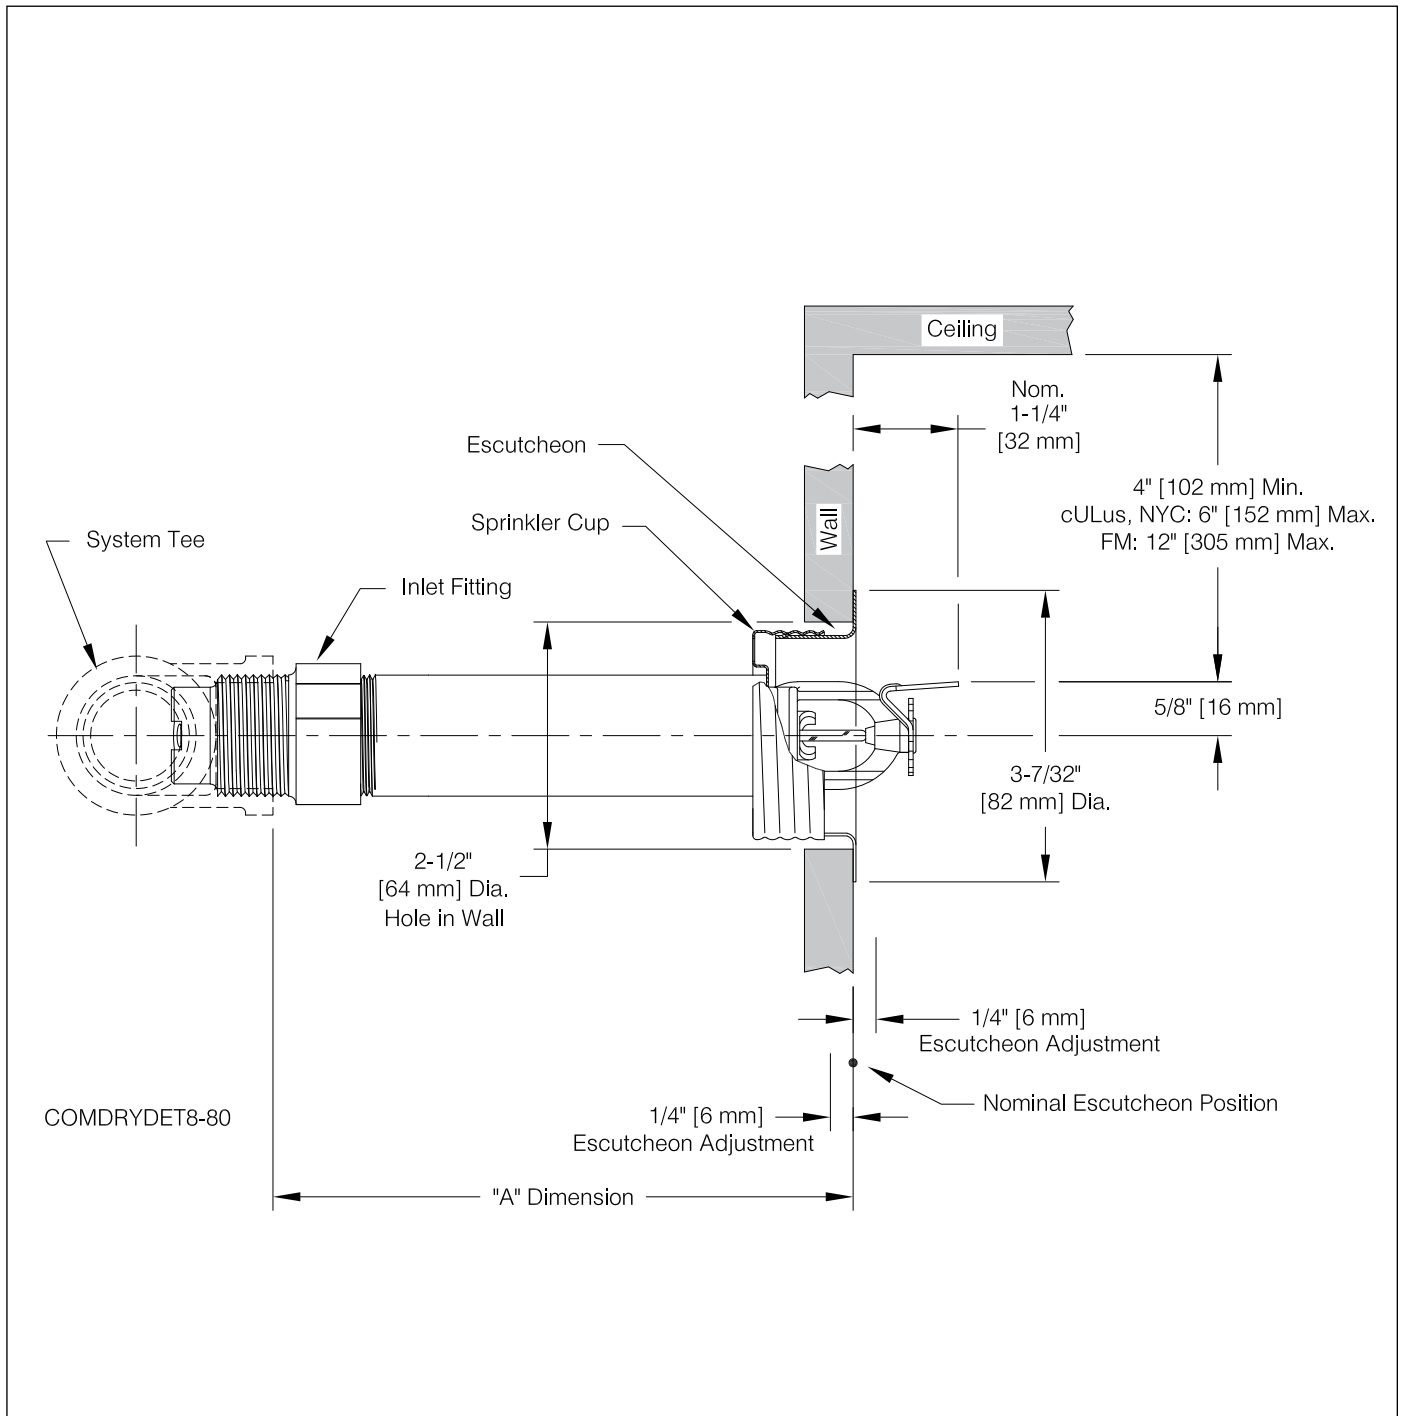

Fig. 7
(Voir Fig.7)
Dans toutes les installations de système à conduite sèche, le sprinkleur sec modèle F3-80 doit être installé avec une saillie dans le raccord conformément aux Fig.1 à Fig.7 du présent Bulletin. Ne pas installer les sprinkleurs secs modèle F3-80 avec le raccord d'entrée standard (long) dans des raccords en CPVC ayant une obstruction interne (voir Fig. 9). Ceci pourrait endommager le sprinkleur, le raccord ou les deux. Les sprinkleurs secs modèle F3-80 sont disponibles avec un raccord d'entrée court « PL » pour une installation sur les raccords en CPVC des systèmes de sprinkleurs à conduite humide uniquement.
8. Longueur : Dimension « A » (de la face du té à la face du plafond ou du mur) par incréments de ¼ po (6 mm), voir Fig. 1 à Fig. 7